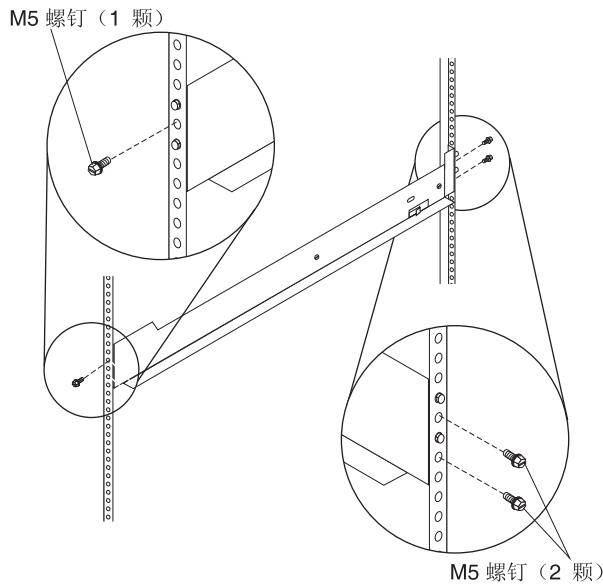

图 3. 将支撑导轨固定到机架中
3. 在将支撑导轨凸缘与机架式机箱支撑导轨组合件贴合之后, 从机架式机箱的前部, 用螺丝刀将一颗 M5 螺钉拧入导轨支架顶部的第二个孔中, 如第 5 页的图 3 所示。